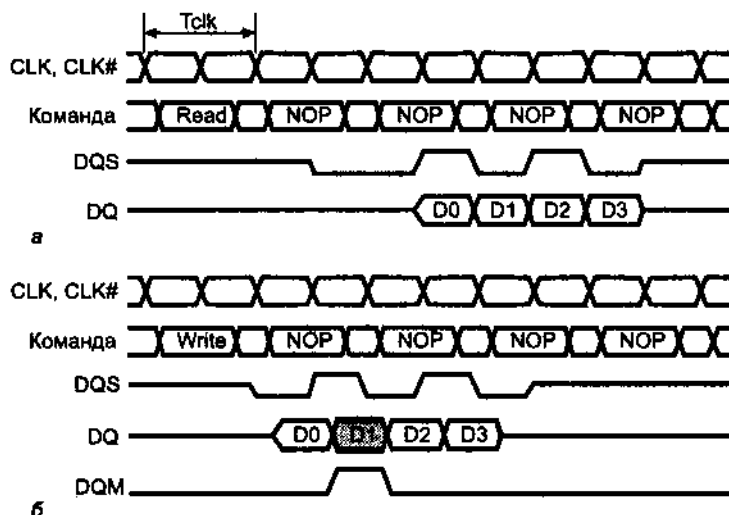

Рис. 8.10. Временные диаграммы пакетных циклов DDR SDRAM: а — чтение,  $CL = 2$ , длина пакета 4; б — запись, длина пакета 4, данные D1 не записываются
*Память DDR SDRAM* (стандарт JEDEC JESD-92D) представляет собой дальнейшее развитие SDRAM. Здесь используется ядро (ячейки DRAM) с разрядностью вдвое большей, чем разрядность шины данных. Внешний интерфейс мультиплексирует данные, обеспечивая их быструю передачу. Как и следует из названия (Dual Data Rate — удвоенная скорость передачи данных), у микросхем DDR SDRAM данные внутри пакета передаются с удвоенной скоростью — они переключаются по обоим перепадам синхроимпульсов (рис. 8.10). На частоте 100 МГц DDR SDRAM имеет пиковую производительность 200 Мбит/с на вывод, что в составе 8-байтных модулей DIMM дает производительность 1600 Мбайт/с. На высоких тактовых частотах (100-200 МГц) двойная синхронизация (по фронту и спаду) предъявляет очень высокие требования к точности временных диаграмм. Для повышения точности синхронизации предпринят ряд мер: